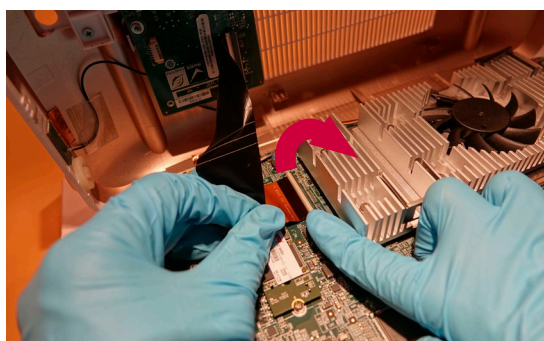

Figura 11 Scollegare il cavo FPC
- j) Scollegare il cavo FPC (Figura 11)**